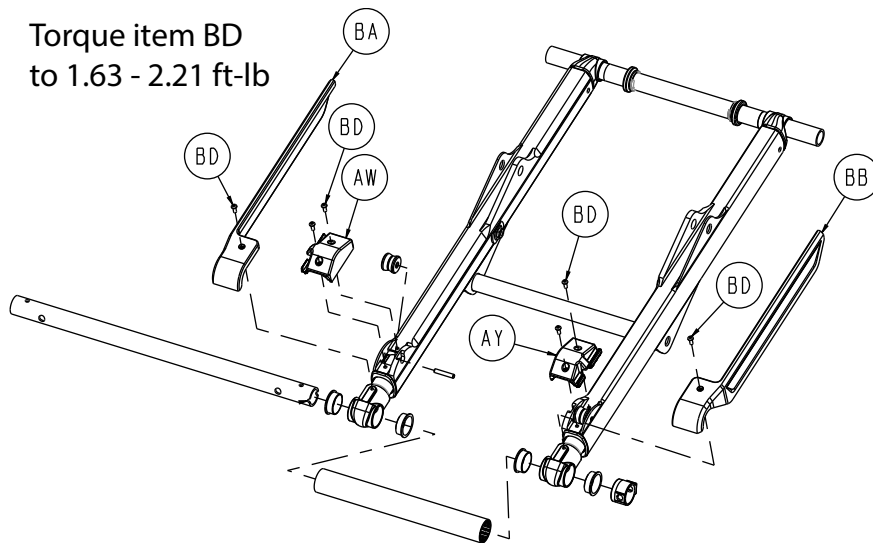

Figure 70 – Composants de l'ensemble de levage
4. À l'aide d'une clé Torx T25, retirer les deux vis d'assemblage à tête ronde (BD) qui fixent le couvercle de rouleau (AW, AY) au tube de levage externe (Figure 70). Retirer et conserver le couvercle de rouleau. Conserver les vis.